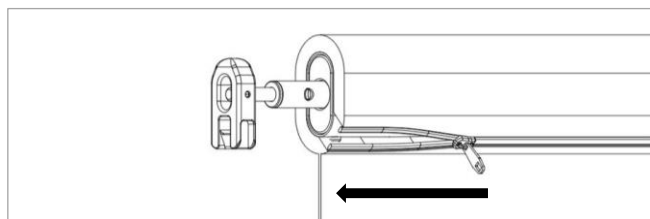

Figure 6.10
12. Insérez la barre supérieure et fermez le rabat supérieur de la housse en tissu (voir Figure 6.10).